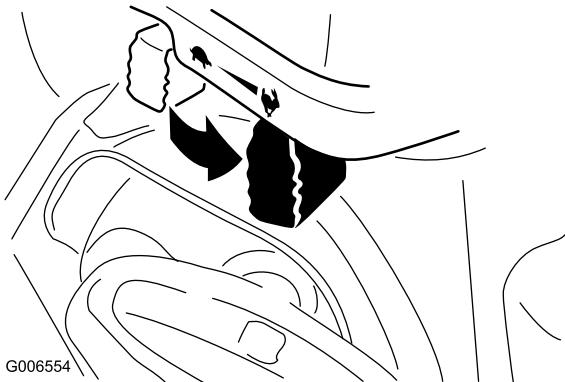

Рисунок 29
- Переведите дроссельный кран в положение Fast (Быстро) (Рисунок 29).